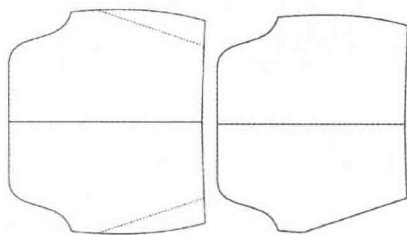

图 7-21 袋布处理 2
(20) 选择  【对称】工具按住【Shift】键，切换为【对称复制】功能，将袋布对称复制 (图 7-21)。